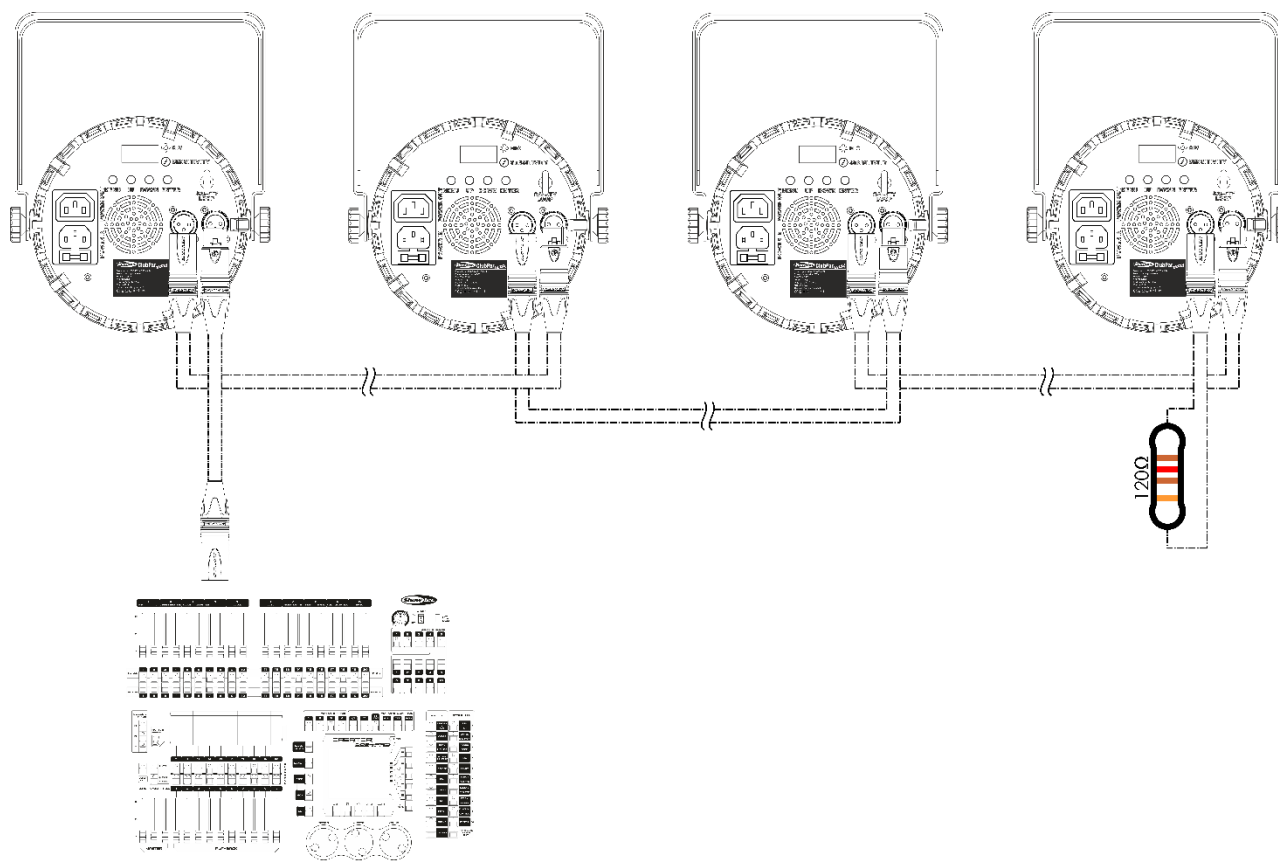

Fig. 04
- 05) Collegare le unità come indicato nella Fig. 04. Collegare un cavo di segnale DMX dall'uscita "out" del primo dispositivo DMX alla presa "in" della seconda unità. Ripetere questo processo fino a collegare la seconda, la terza e la quarta unità.